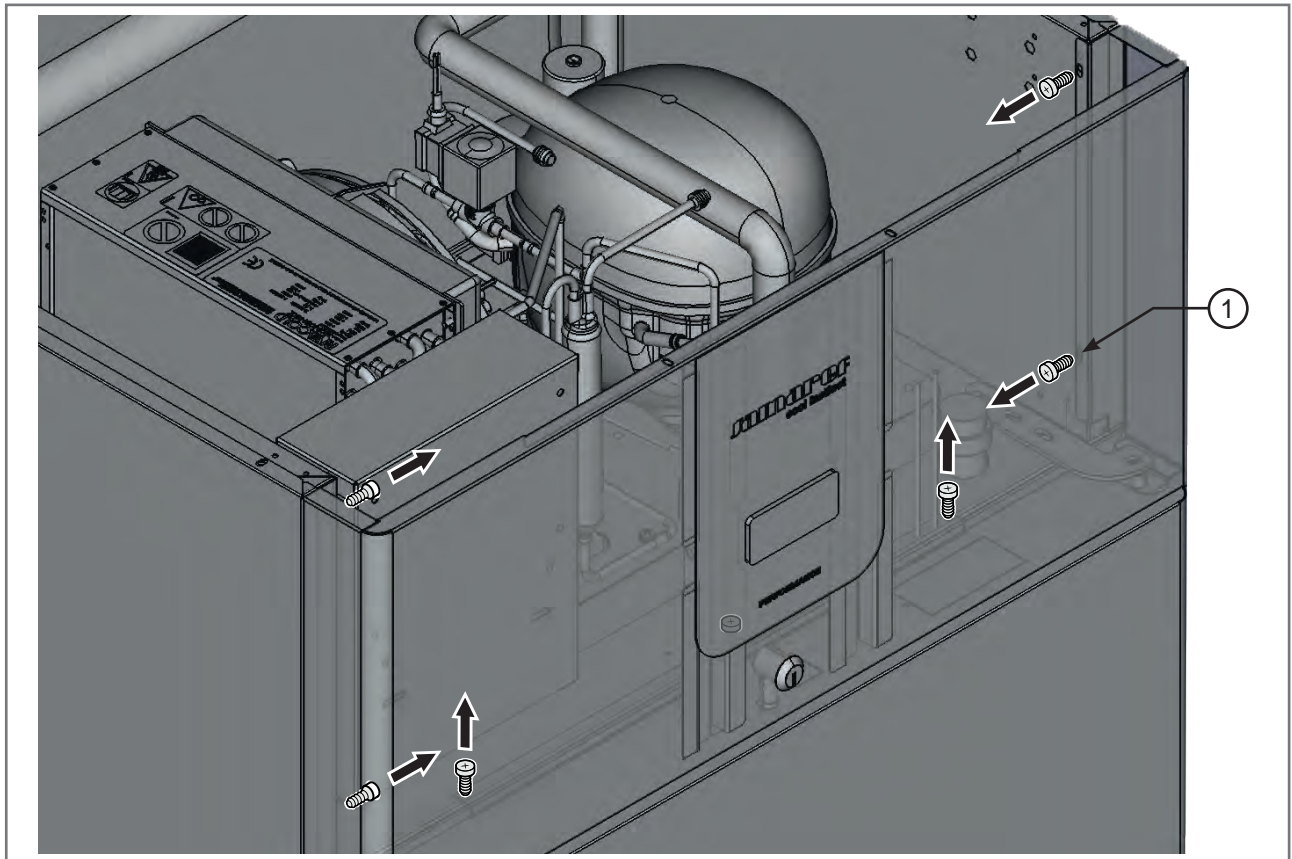

Fig 3.14 - Vis et panneau supérieur
- Dévisser les 6 vis (1 - Fig. 3.14) du panneau supérieur.